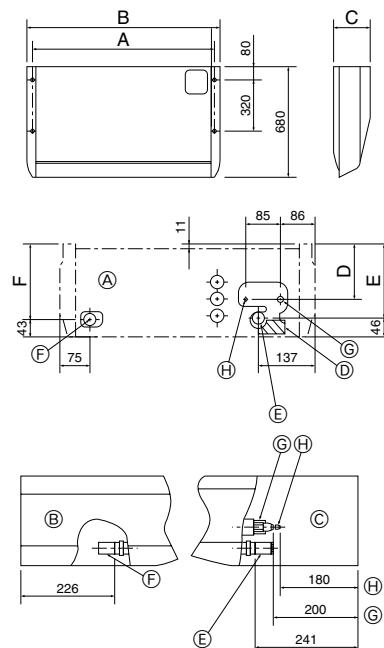

Fig. 3-2
①	Anilhas	4 peças
②	Revestimento do tubo	1 peça grande (tubagem de gás)
③	Revestimento do tubo	1 peça pequena (tubagem para líquidos)
④	Bandas	4 peças
⑤	Tomada da junta	1 peça com marca 'UNIT'
⑥	Revestimento da tomada	1 peça
⑦	Revestimento do tubo de drenagem	1 peça
3.2. Preparação para instalação (Fig. 3-2)